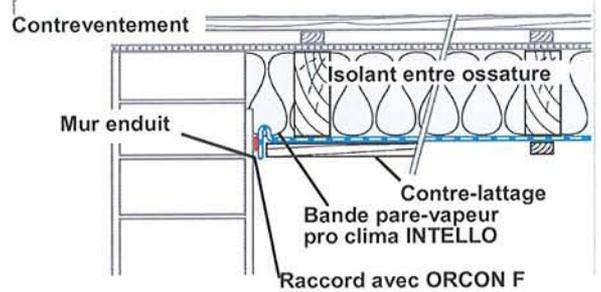

fig. 5 : Raccord au mur avec ORCON/ORCON F sur maçonnerie enduite
4.23 Raccord à un mur maçonné en enduit (fig. 5 et fig. A.17)